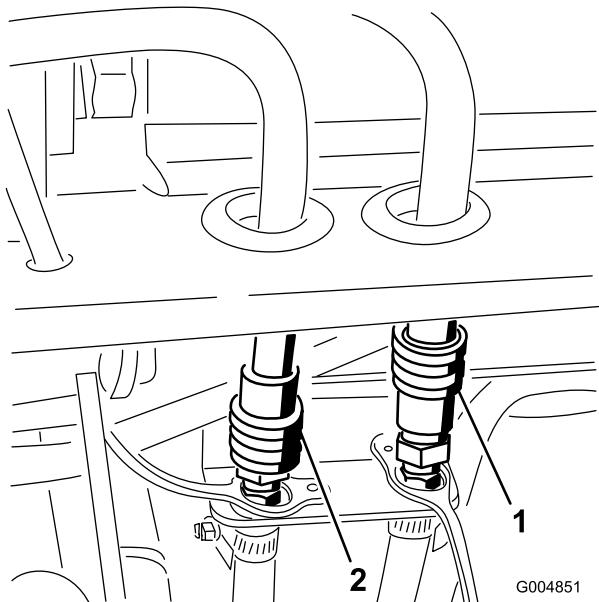

Figura 52
26. Conecte los mangos de presión de la cabina y de retorno a los acoplamientos rápidos del bastidor trasero (Figura 52).